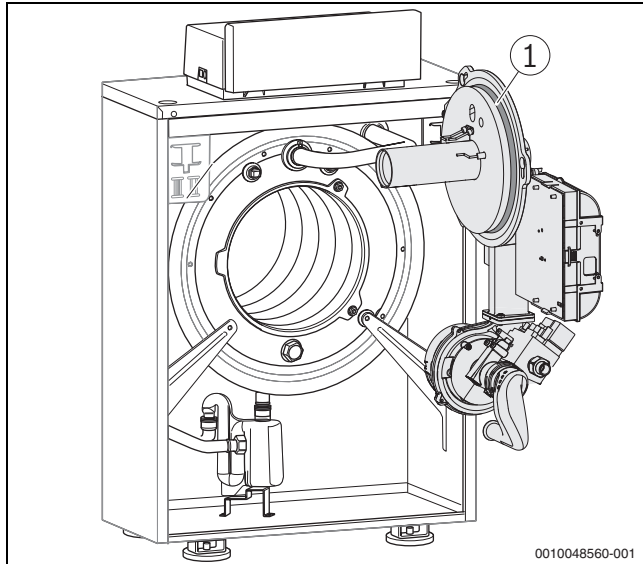

Fig. 19 Brûleur en position de service
- ▶ Avant de monter le brûleur, vérifier que le joint torique (→ fig. 19, page 24) est bien en place et corriger si nécessaire.